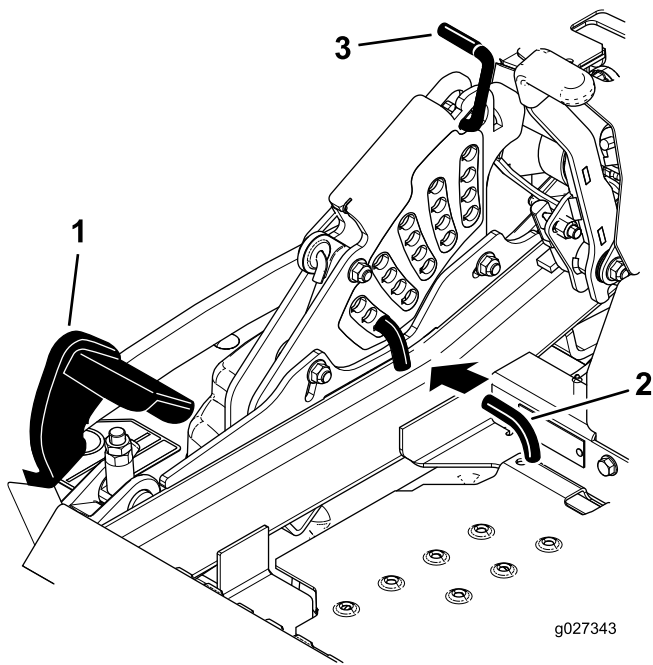

Figure 90
5. Enfoncez la pédale de relevage du tablier de coupe au maximum pour verrouiller le tablier à la position de transport de 14 cm (5-1/2 po) (Figure 90).